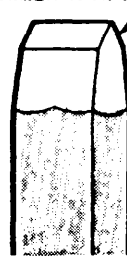

Fig. 7
- 3) AFILE Y quite LA REBABA DEL CINCEL CADA VEZ QUE NOTE MELLADURAS O DEFORMACIONES EN LA CABEZA (FIG. 7).